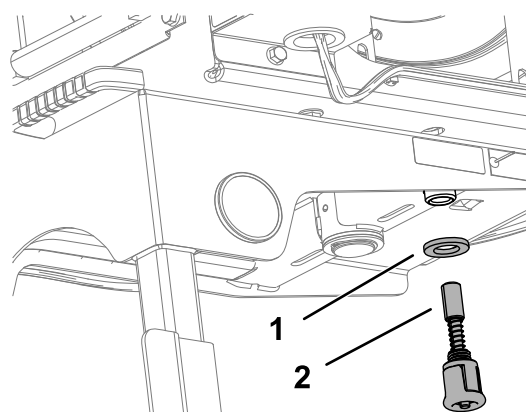

図 12
6. ホースリールフレームの下側に、ワッシャとスプリングピンを取り付ける 図 12。